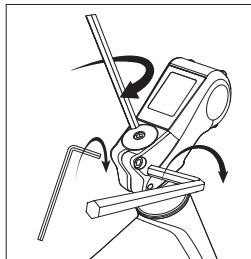

Figura 1-1
- Afloje los dos tornillos en el lateral del vástago y el tornillo largo en la parte superior del vástago con una llave Allen de 5 mm, luego gire la pantalla 180 grados, como se muestra en [Figura 1-1] y [1-2].